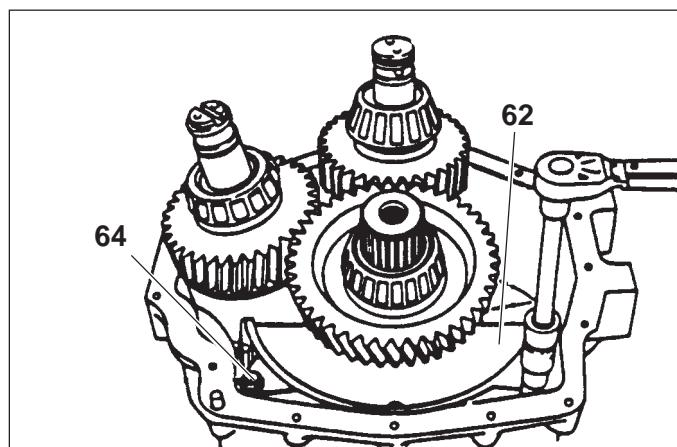

Fig. 41
- 1) Montare il carterino (62) sulla semicarcassa. Le viti sono da avvitare impiegando del liquido frenofiletti LOCTITE 270 e serrate alla coppia di 13 Nm (Fig. 41).
- 1) Put the casing (62) on the half casing. The screws should be tightened using the thread brake liquid LOCTITE 270 and lock incouples of 13 Nm (Fig. 41).